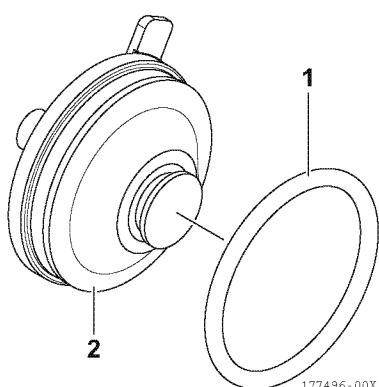

Figure 16
7. Retirez le joint torique (1, **Figure 16**) du couvercle (2, **Figure 16**).